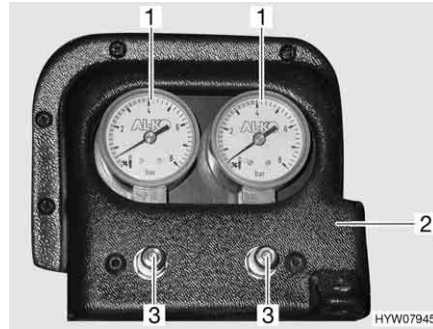

Bild 6 Doppel-Manometer für Zusatzluftfederung
Die Zusatzluftfederung für die Hinterachse besteht aus den Faltenbälgen an der Hinterachse und dem Doppel-Manometer (Bild 6,2).
An den Anzeigen (Bild 6,1) des Doppelmanometers kann der vorhandene Luftdruck im Faltenbalg abgelesen werden.
- Eine externe Luftversorgung, zum Beispiel einen 12-V-Kompressor oder ein Reifenfüllgerät, an das Ventil (Bild 6,3) am Doppel-Manometer anschließen.